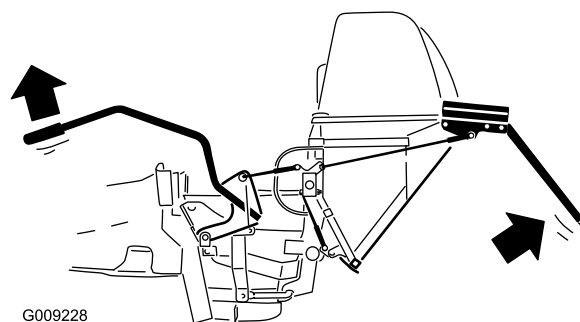

Figura 38
3. Abaissez la poignée pour fermer la trappe (Figura 38).